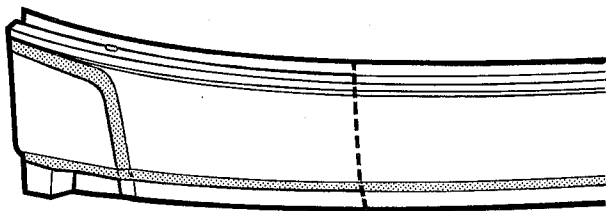

fig. 106
4. Marcar a linha de corte na nova peça, deixando de 10 a 12 mm de material extra, para sobreposição (fig. 106)